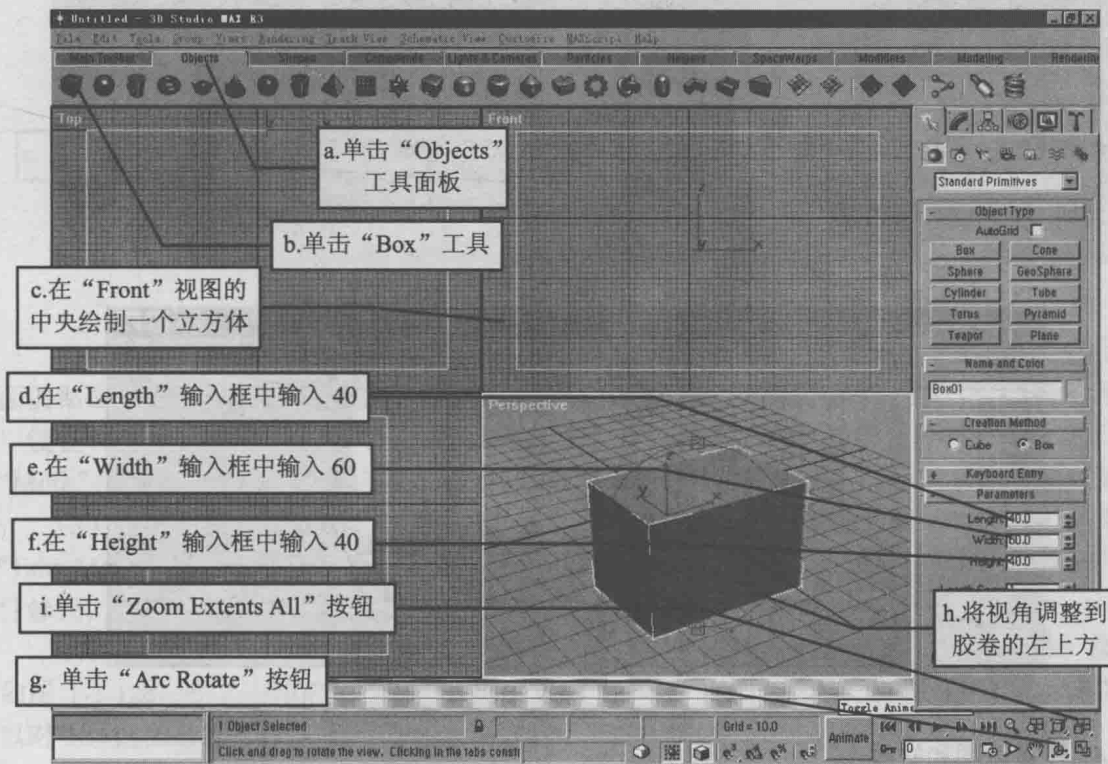

图 1-1-7
(4) 单击视图控制区中的“Zoom Extents All”（全部最大显示）按钮，如图 1-1-7i。这时我们看到四个视图中的物体以最大显示方式显示出来，如图 1-1-7。这样，一个乐凯胶卷的立体模型就制作完成了。